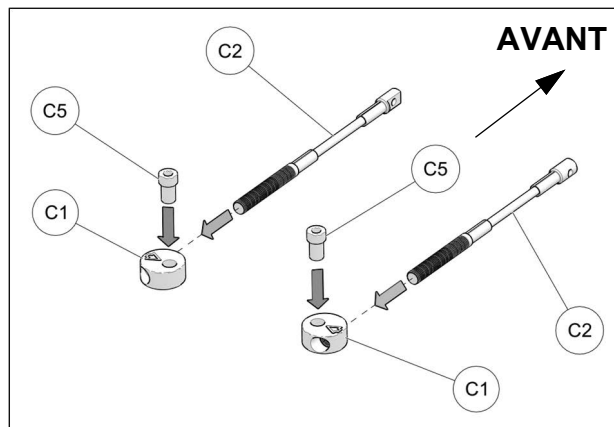

Fig. 23
13. Assembler les câbles des limiteurs de conduite (C2), les disques en aluminium (C1) et les bagues espaceurs (C5) tel que montré à la Fig. 23